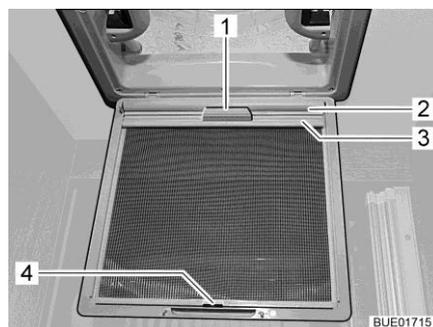

Fig. 63 Store occultant (lanterneau)
- Tirer le store occultant (Fig. 63,2) par la poignée (Fig. 63,1) et accrocher la baguette de support (Fig. 63,3) dans le crochet (Fig. 63,4) sur la moustiquaire.
- Enlever la baguette de support (Fig. 63,3) de sur le crochet (Fig. 63,4) et faire lentement redescendre le store occultant (Fig. 63,2) en le tenant par la poignée (Fig. 63,1).